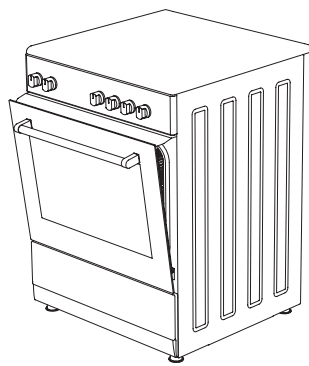

Figura 12
4. Y luego asegure el panel de seguridad entre el horno y la cubierta frontal cerrando suavemente la cubierta. (figura 12)